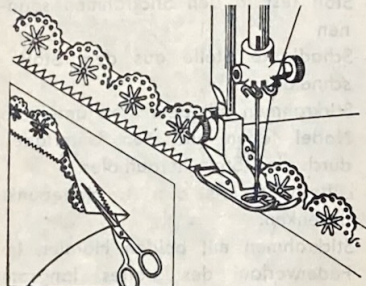

Abb. 57
39. An- und Einsetzen von Spitze an Wäsche (Abb. 57)